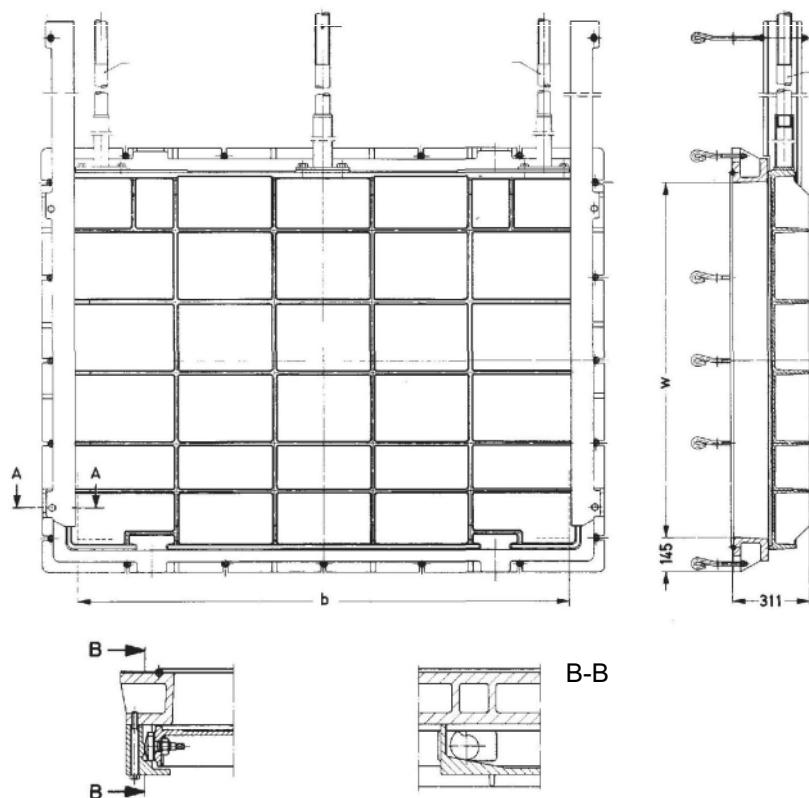

рис.24
- регулируемое эксцентрическое устройство бокового прижима (рис.24)